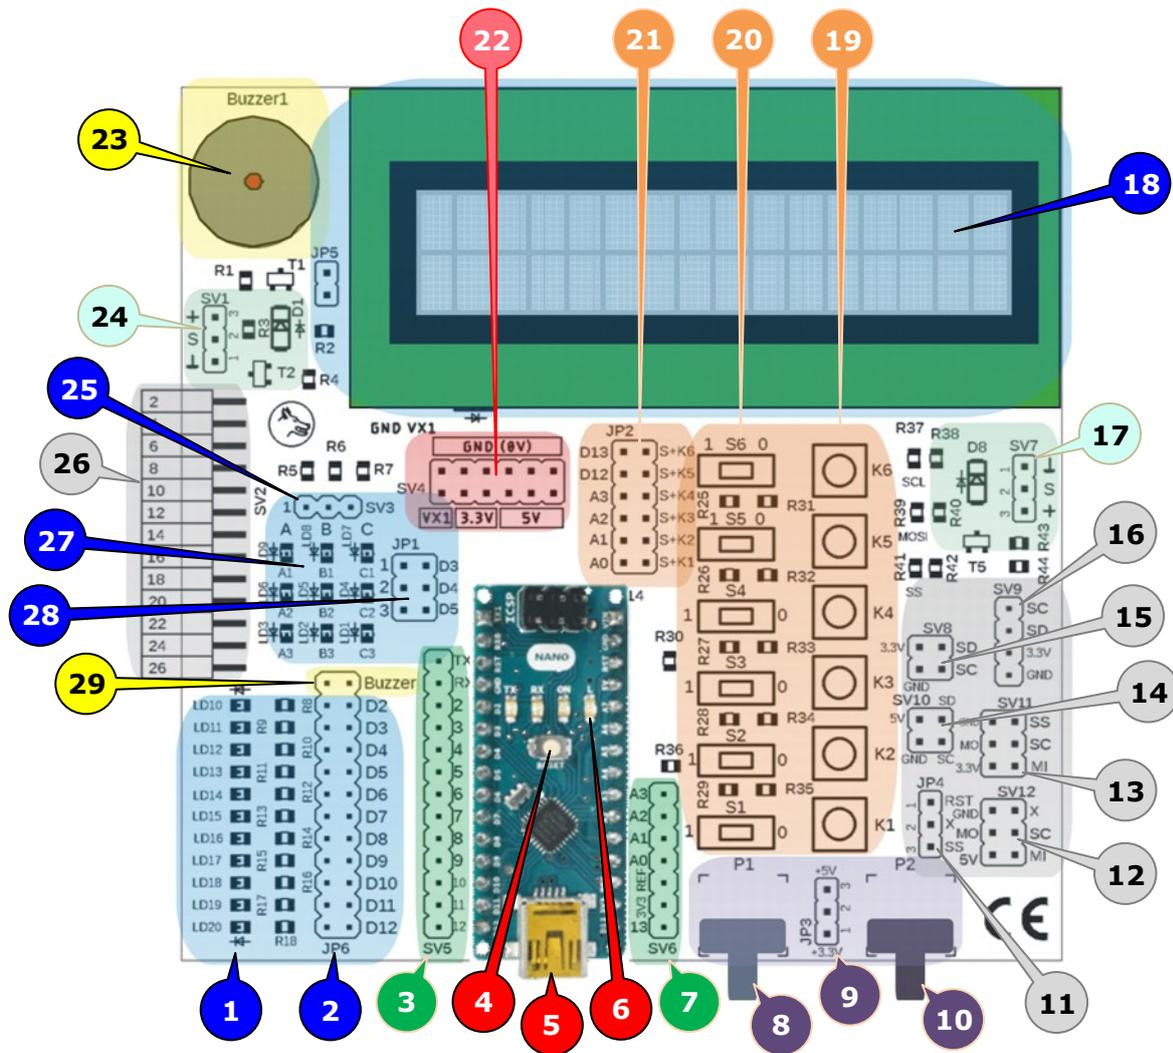
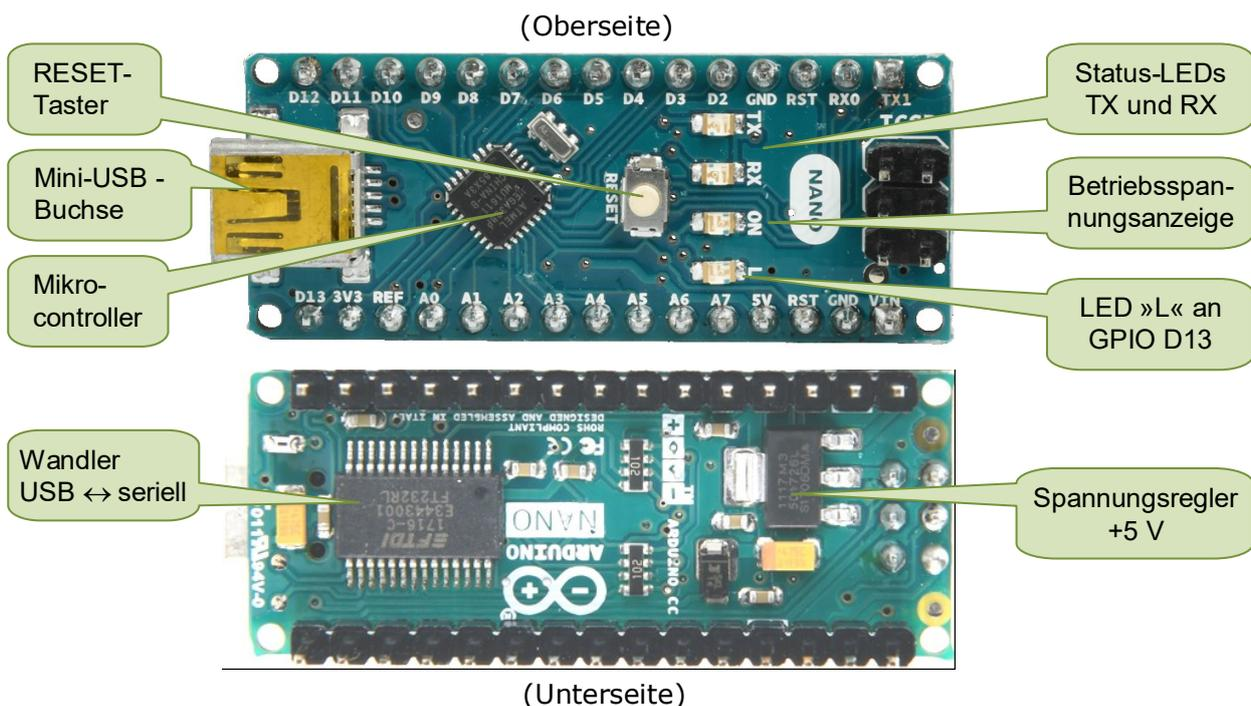
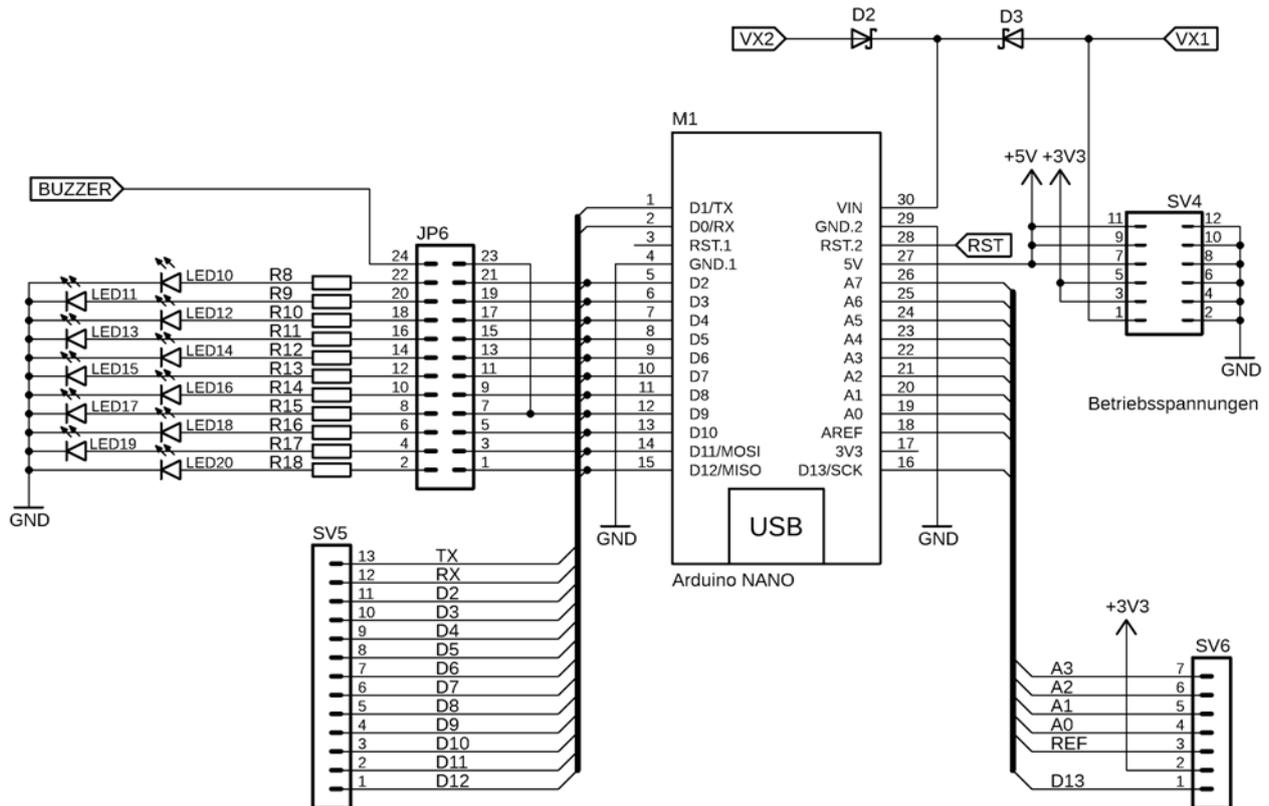
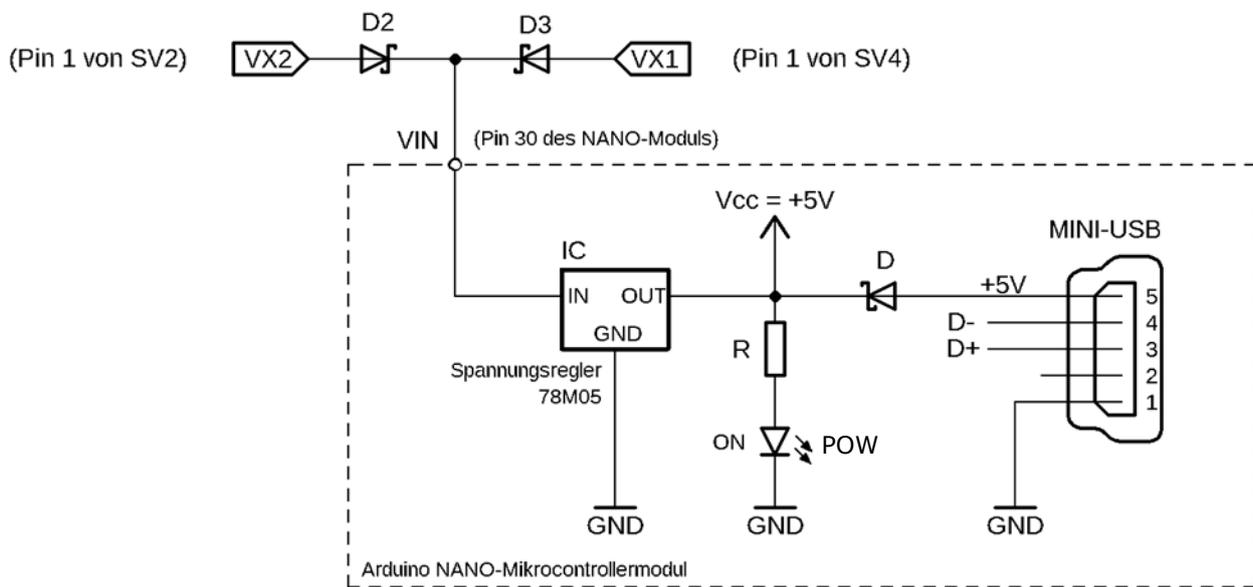

Abbildung 1: Das MCCAB Trainingsboard, Rev. 3.3
Abbildung 2: Mikrocontrollermodul *Arduino® NANO* (Quelle: www.arduino.cc)
Abbildung 4: Die Beschaltung des Mikrocontrollermoduls *Arduino*[®] *NANO* auf dem MCCAB Trainingsboard
Abbildung 5: Erzeugung der Betriebsspannung Vcc des *Arduino®-Mikrocontrollermoduls*
Das *MCCAB Trainingsboard* ist nur zur Verwendung mit einem Mikrocontrollersystem des Typs *Arduino*[®] *NANO* (siehe Abbildung 2) oder einem zu diesem zu 100 % kompatiblen Mikrocontrollermodul bestimmt. Dieses Modul muss mit einer Betriebsspannung von $V_{cc} = +5\text{ V}$ betrieben werden. Andernfalls droht die Gefahr einer irreversiblen Beschädigung oder der Zerstörung des *Mikrocontroller-Moduls*, des *Trainingsboards* und der an das *Trainingsboard* angeschlossenen Geräte.
Abbildung 1 zeigt das *MCCAB Trainingsboard* mit seinen Bedienungselementen. Das Trainingsboard wird zum Betrieb einfach auf eine **elektrisch nicht leitende** Arbeitsfläche gelegt und über ein Mini-USB - Kabel mit dem PC des Anwenders (siehe Abschnitt 4.3) verbunden.
Bereits »On Board« ist auf dem *MCCAB Trainingsboard* eine umfangreiche Hardwareperipherie (Taster, Schalter, Potenziometer, Summer, Leuchtanzeigen, Display, serielle Schnittstellen, Transistor-Schalter) vorhanden, die für eine Vielzahl von Übungen die erforderlichen Bedienungselemente bereitstellt. Darüber hinaus können über die Buchsenleiste SV2 (Pfeil (26) in Abbildung 1) externe Leiterplatten und Module für zusätzliche Übungseinheiten an das Trainingsboard angesteckt werden.
Die nachfolgende Abbildung 1 zeigt die Ansicht des Trainingsboards. Im Folgenden werden alle Hardware-Komponenten auf dem Board ausführlich beschrieben.
Auf das *MCCAB Trainingsboard* ist ein *Arduino® NANO* oder ein zu ihm kompatibles Mikrocontrollermodul aufgesteckt (siehe Pfeil (5) in Abbildung 1 sowie Abbildung 2 und M1 in Abbildung 4). Dieses Modul ist unter anderem mit dem AVR-Mikrocontroller ATmega328P bestückt, der die Peripheriekomponenten auf dem Trainingsboard steuert. Des Weiteren befindet sich auf der Unterseite des Moduls eine integrierte Wandlerschaltung, die die serielle Schnittstelle des Mikrocontroller-UARTs (Universal Asynchronous Receiver-Transmitter) mit der USB-Schnittstelle des PCs verbindet. Über diese Schnittstelle werden auch die vom Anwender auf seinem PC erstellten Programme in den Mikrocontroller geladen oder Daten zum / vom Seriellen Monitor der *Arduino IDE* (Entwicklungsumgebung) transferiert.
Die beiden Leuchtdioden TX und RX in Abbildung 2 zeigen den Datenverkehr auf den seriellen Leitungen TxD und RxD des Mikrocontrollers an.
Die Leuchtdiode L (siehe Abbildung 2 und Pfeil (6) in Abbildung 1 – die Bezeichnung »L« kann bei zum Arduino® NANO kompatiblen Klonen auch anders lauten) ist über einen Vorwiderstand fest mit dem GPIO D13 des Mikrocontrollers verbunden und zeigt dessen Zustand LOW oder HIGH an.
Durch das Drücken des *RESET*-Tasters auf der Oberseite des *Arduino® NANO - Moduls* (siehe Abbildung 2 und Pfeil (4) in Abbildung 1) kann der Mikrocontroller in eine definierte Ausgangsposition versetzt und ein bereits geladenes Programm neu gestartet werden.
Alle für den Anwender wichtigen Ein- / Ausgänge des Mikrocontrollers sind auf die beiden Anschlussleisten SV5 und SV6 herausgeführt (Pfeil (3) und Pfeil (7) in Abbildung 1 sowie Abbildung 4).
Der Anwender muss jeden GPIO des *Arduino® NANO - Mikrocontrollermoduls* auf den beiden Anschlussleisten SV5 und SV6 (Pfeil (3) und Pfeil (7) in Abbildung 1), der über ein Dupont-Kabel mit einem Anschluss auf dem Trainingsboard oder einem externen Anschluss verbunden ist, in seinem Programm für die erforderliche Datenrichtung als *Eingang* oder *Ausgang* konfigurieren!
Abbildung 4 zeigt die Beschaltung des *Arduino® NANO - Mikrocontrollermoduls* M1 auf dem *MCCAB Trainingsboard*.
- Die GPIOs **D0 und D1** (Pin 2 und Pin 1 des Moduls M1 in Abbildung 4) sind belegt mit den Signalen RxD und TxD des Mikrocontroller-**UARTs** und dienen zur seriellen Verbindung zwischen dem *MCCAB Trainingsboard* und dem USB-Anschluss des PCs. Sie stehen dem Anwender deshalb **nur eingeschränkt zur Verfügung** (siehe hierzu auch Abschnitt 4.3).
- Die GPIOs **A4 und A5** (Pin 23 und Pin 24 des Moduls M1 in Abbildung 4) sind belegt mit den Signalen SDA und SCL der I²C-Schnittstelle des Mikrocontrollers (siehe hierzu Abschnitt 4.13) und daher reserviert für die serielle Verbindung zu dem LC-Display auf dem *MCCAB Trainingsboard* (siehe Abschnitt 4.9) und zu externen I²C-Modulen, die an die Anschlussleisten *SV8, SV9 und SV10* (Pfeile (15), (16) und (14) in Abbildung 1) angeschlossen sind. Sie stehen dem Anwender deshalb **nur für I²C-Anwendungen zur Verfügung**.
- Die Anschlüsse **A6 und A7** (Pin 25 und Pin 26 des Mikrocontrollers ATmega328P in Abbildung 1) können ausschließlich als analoge Eingänge für den Analog / Digital - Wandler (ADC) des Mikrocontrollers verwendet werden. Sie dürfen mittels **Function `pinMode()` nicht konfiguriert werden** (auch nicht als Eingang!), dies würde zu einem Fehlverhalten des Sketches führen. A6 und A7 sind auf dem Trainingsboard fest mit den Schleifer-Anschlüssen der **Potenzimeter P1 und P2** (Pfeil (8) und Pfeil (10) in Abbildung 1) verbunden, siehe hierzu Abschnitt 4.3.
- Die Anschlüsse **A0 ... A3** auf Anschlussleiste SV6 (Pfeil (7) in Abbildung 1) sind prinzipiell analoge Eingänge für den Analog / Digital - Wandler des Mikrocontrollers. Wenn aber für einen bestimmten Anwendungsfall die 12 digitalen GPIOs D2 ... D13 nicht ausreichen, kann man auch A0 ... A3 als digitale Ein- / Ausgänge verwenden. Sie werden dann über die Pin-Nummern 14 (A0) ... 17 (A3) angesprochen.
- Der Anschluss **D12** auf Anschlussleiste SV5 (Pfeil (3) in Abbildung 1) und die Anschlüsse **D13** und **A0 ... A3** auf Anschlussleiste SV6 (Pfeil (7) in Abbildung 1) sind an die Pfostenleiste JP2 (Pfeil (21) in Abbildung 1) geführt und können über Steckbrücken mit den Schaltern S1 ... S6 bzw. den zu diesen parallel geschalteten Tastern K1 ... K6 verbunden werden, siehe hierzu auch Abschnitt 4.6. Der jeweilige Pin muss in diesem Fall mit der `pinMode`-Anweisung als digitaler Eingang konfiguriert werden.
trollermoduls von dem angeschlossenen PC zugeführt wird (Abbildung 5, Abbildung 2 und Pfeil (5) in Abbildung 1). Da der PC üblicherweise zur Erstellung und Übertragung der Übungsprogramme ohnehin angeschlossen ist, bietet sich diese Art der Spannungsversorgung an.
Dazu muss das Trainingsboard über ein Mini-USB - Kabel mit einem USB-Port des Anwender-PCs verbunden sein. Der PC stellt über seine USB-Schnittstelle eine galvanisch von der Netzspannung getrennte, stabilisierte Gleichspannung von ca. +5 V bereit, die mit einem Strom von maximal 0,5 A belastbar ist. Das Vorhandensein der Betriebsspannung +5 V wird durch die mit ON (oder POW, PWR) bezeichnete Leuchtdiode auf dem Mikrocontrollermodul angezeigt (Abbildung 5, Abbildung 2).
Alternativ kann das Trainingsboard durch eine externe Gleichspannungsquelle gespeist werden. Diese entweder an Anschluss VX1 oder an Anschluss VX2 angelegte Spannung muss im Bereich $U_{Ext} = +8 \dots +12 \text{ V}$ liegen. Die externe Spannung wird entweder über die Anschlussleiste SV4 oder von einem an Buchsenleiste SV2 angeschlossenen externen Modul in den Pin 30 (= VIN) des *Arduino® NANO-Mikrocontrollermoduls* eingespeist (siehe Abbildung 5, Abbildung 4 und Pfeil (22) bzw. Pfeil (26) in Abbildung 1).
Da das Board über seine USB-Buchse von dem angeschlossenen PC mit Spannung versorgt wird, ist eine Verpolung der Betriebsspannung nicht möglich. Die beiden an den Anschlüssen VX1 und VX2 extern zuführbaren Spannungen sind durch Dioden entkoppelt, wie Abbildung 5 zeigt.
Die Dioden D2 und D3 sorgen für eine Entkopplung der beiden externen Spannungen an VX1 und VX2, falls irrtümlich Spannung gleichzeitig an beide externe Eingänge gelegt sein sollte, denn aufgrund der Dioden-Beschaltung kann nur die höhere der beiden Spannungen an den Eingang VIN (Pin 30, siehe Abbildung 5 und Abbildung 4) des *Arduino® NANO-Mikrocontrollermoduls* M1 gelangen.
Die dem Mikrocontrollermodul an seinem Anschluss VIN zugeführte externe Gleichspannung wird durch den integrierten Spannungsregler auf der Unterseite des Mikrocontrollermoduls (siehe Abbildung 2) auf +5 V verringert und stabilisiert. Die vom Spannungsregler erzeugte Betriebsspannung +5 V liegt an der Kathode der Diode D in Abbildung 5. Die Anode von D wird durch den PC ebenfalls auf das Potenzial +5 V gelegt, wenn die USB-Verbindung zum PC gesteckt ist. Die Diode D ist dadurch gesperrt und wirkt sich auf die Funktion der Schaltung nicht mehr aus. Die Stromversorgung über das USB-Kabel ist in diesem Fall abgeschaltet.
Häufig wird in Projekten ein Zugriff auf die Betriebsspannungen benötigt, z.B. zur Spannungsversorgung externer Module. Zu diesem Zweck stellt das *MCCAB Trainingsboard* den Spannungsverteiler SV4 bereit (Abbildung 4 und Pfeil (21) in Abbildung 1), auf dem neben dem Anschlusspin VX1 für die externe Spannung zwei Ausgänge für die Spannung +3.3 V und drei Ausgänge für die Spannung +5 V sowie sechs Masseanschlüsse (GND, 0 V) zur Verfügung stehen.
Die Programme, die der Anwender in der *Arduino IDE* (Entwicklungsumgebung) auf seinem PC entwickelt, werden über ein USB-Kabel in den Mikrocontroller ATmega328P auf dem *MCCAB Trainingsboard* geladen. Dazu muss das Mikrocontrollermodul auf dem *MCCAB Trainingsboard* (Pfeil (5) in Abbildung 1) über ein Mini-USB - Kabel mit einem USB-Port des PCs des Anwenders verbunden sein.
Es ist nicht vorgesehen, dass der Anwender die an die Pfostenleiste SV5 (Pfeil (3) in Abbildung 1) herausgeführten Signale RX und TX des Mikrocontrollers auch zur seriellen Kommunikation mit externen Geräten (z.B. WLAN-, Bluetooth-Transceiver o.ä.) verwendet, da dies trotz der vorhandenen Schutzwiderstände zu einer Beschädigung der integrierten USB \leftrightarrow UART - Wandlerschaltung auf der Unterseite des Mikrocontrollermoduls (siehe Abschnitt 4.1) führen kann!
Im linken unteren Teil von Abbildung 1 sieht man die 11 Leuchtdioden LED10 ... LED20 (Pfeil (1) in Abbildung 1), die den Status der Ein- / Ausgänge (GPIOs) D2 ... D12 des Mikrocontrollers anzeigen können. Den zugehörigen Schaltplan zeigt Abbildung 4.
Die jeweilige Leuchtdiode ist mit dem GPIO verbunden, wenn auf der entsprechenden Position der Pfostenleiste JP6 (Pfeil (2) in Abbildung 1) eine Steckbrücke (Jumper) gesteckt ist.
Der Status des GPIOs D13 wird durch eine eigene Leuchtdiode L direkt auf dem Mikrocontrollermodul angezeigt (siehe Abbildung 1 und Abbildung 2). Die Leuchtdiode L kann nicht deaktiviert werden.